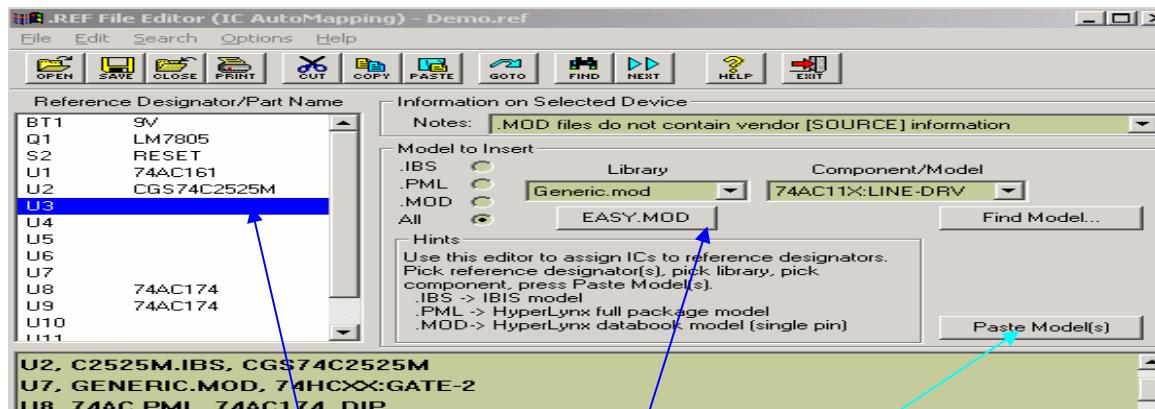
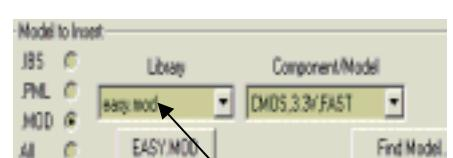

图 5.1 Edit 菜单里的 IC Automapping 对话框
图 5.2
- 1) 在图 5.1 窗口的 “ Model to Insert ” 区域单击 “ EASY.MOD ” 按钮，弹出模型库 EASY.MOD ( 图 5.2 )。
- 3) 在 “ Model to Insert ” 的下拉菜单中单击 “ Component/Model ” 下拉菜单选择 CMOS,5V,FAST ( 图 5.2 )。